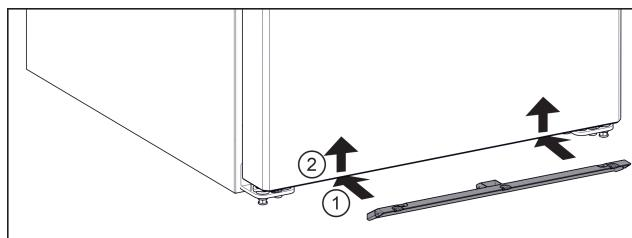

Fig. 4
► 将防蚊遮板推到冰箱下方。 Fig. 4 (1)
► 双手将防蚊遮板向上推。 Fig. 4 (2)